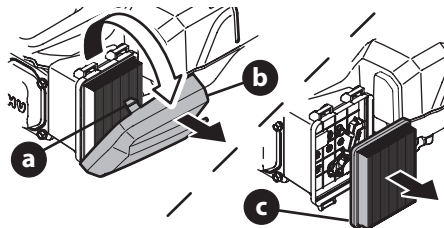

Figure 10
1. Appuyez sur les languettes (a) qui retiennent le couvercle du filtre à air (b). Retirez le couvercle (Figure 10).